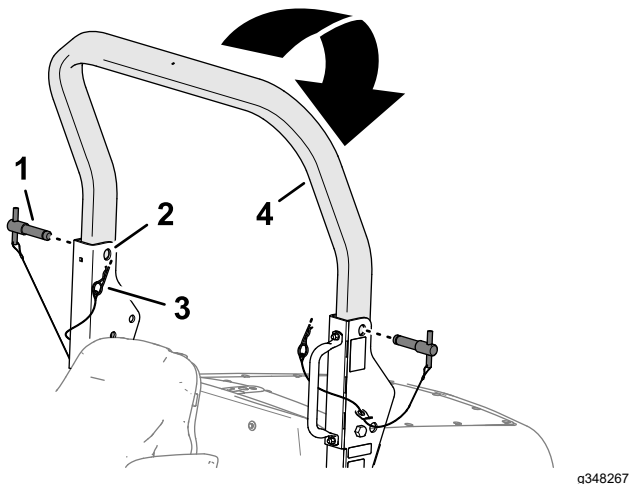

Figura 29
2. Îndepărtați agrafele de la tifturile barei antiruliu de pe suportii pivotani ai cadrului inferior al barei antiruliu (Figura 29).
3. În timp ce susține greutatea barei de rulare superioare, îndepărtați tifturile barei de rulare din suportii pivotani (Figura 29).